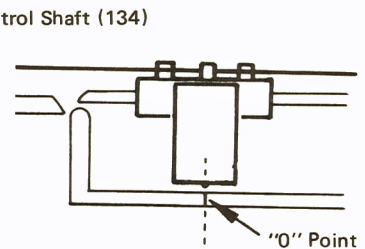

Figure 14-2
- Turn the tuning control shaft fully clockwise and fix its pointer as shown in Fig. 14-2.
- Tourner à fond l'arbre de commande d'accord dans le sens des aiguilles d'une montre et fixer l'aiguille du cadran comme le montre la Fig. 14-2.